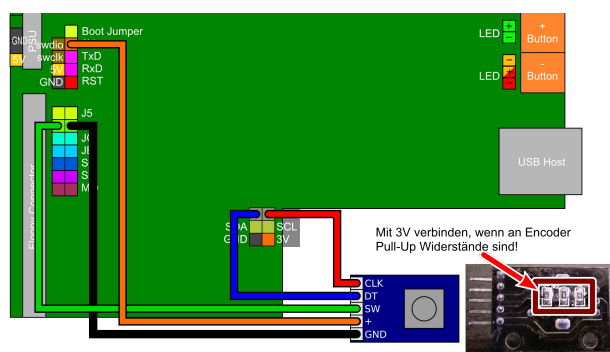

Bild 11: Pullup-Rotary-Encoderverbindung
- Verbinden Sie +3,3V (iSiehe Bild 11)